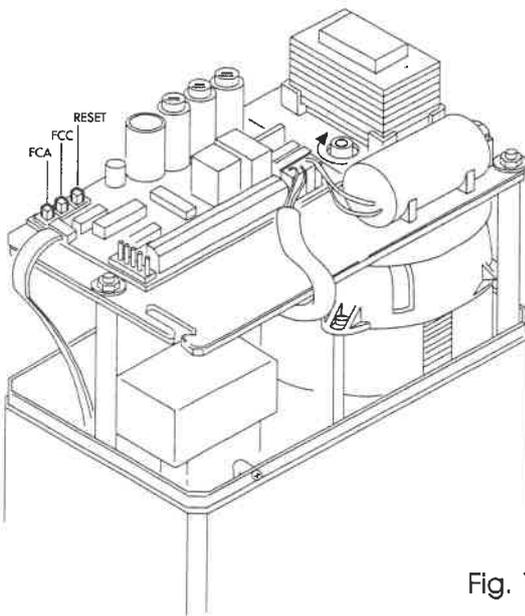

Fig. 12
- a - tenere premuto il pulsante FCA sull'apparecchiatura 826 MPS (Fig. 12);
- a - tenere premuto il pulsante FCC sull'apparecchiatura 826 MPS (Fig. 12);